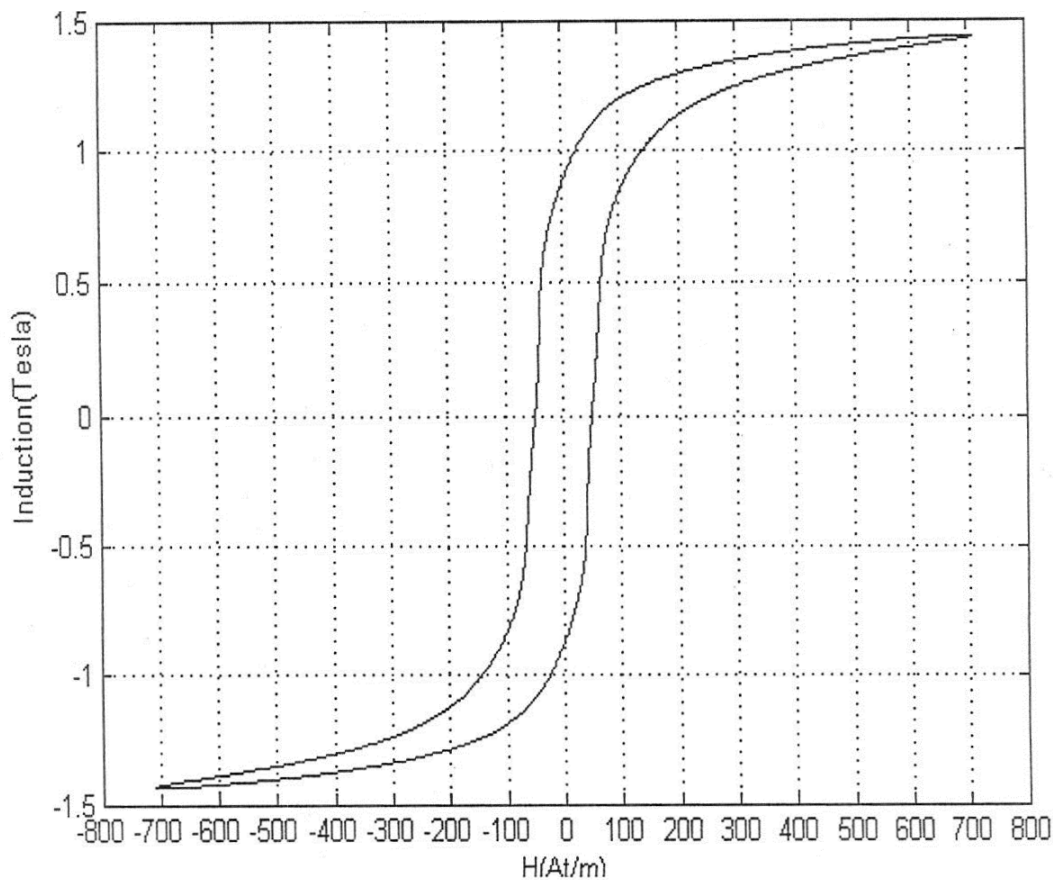

Figure 1 - Courbe d'aimantation réelle mesurée en laboratoire
b) (1,0) À l'aide de la Figure 1, dessinez approximativement la forme d'onde du courant à vide.